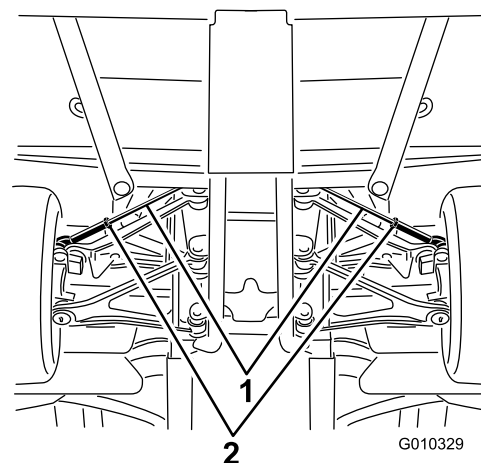

Figure 60
- A. Desserrez l'écrou de blocage au centre de la biellette (Figure 60)